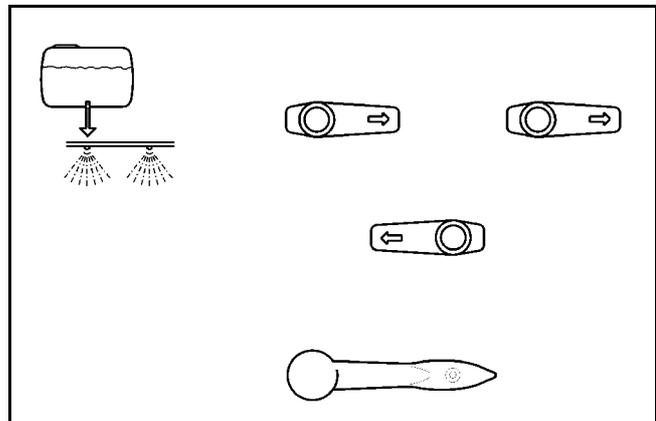

Fig. 7.6
- Una vez que el recipiente esté lleno, girar correspondientemente (Fig. 7.6) los grifos de conmutación de 3 vías y desconectar las bombas.